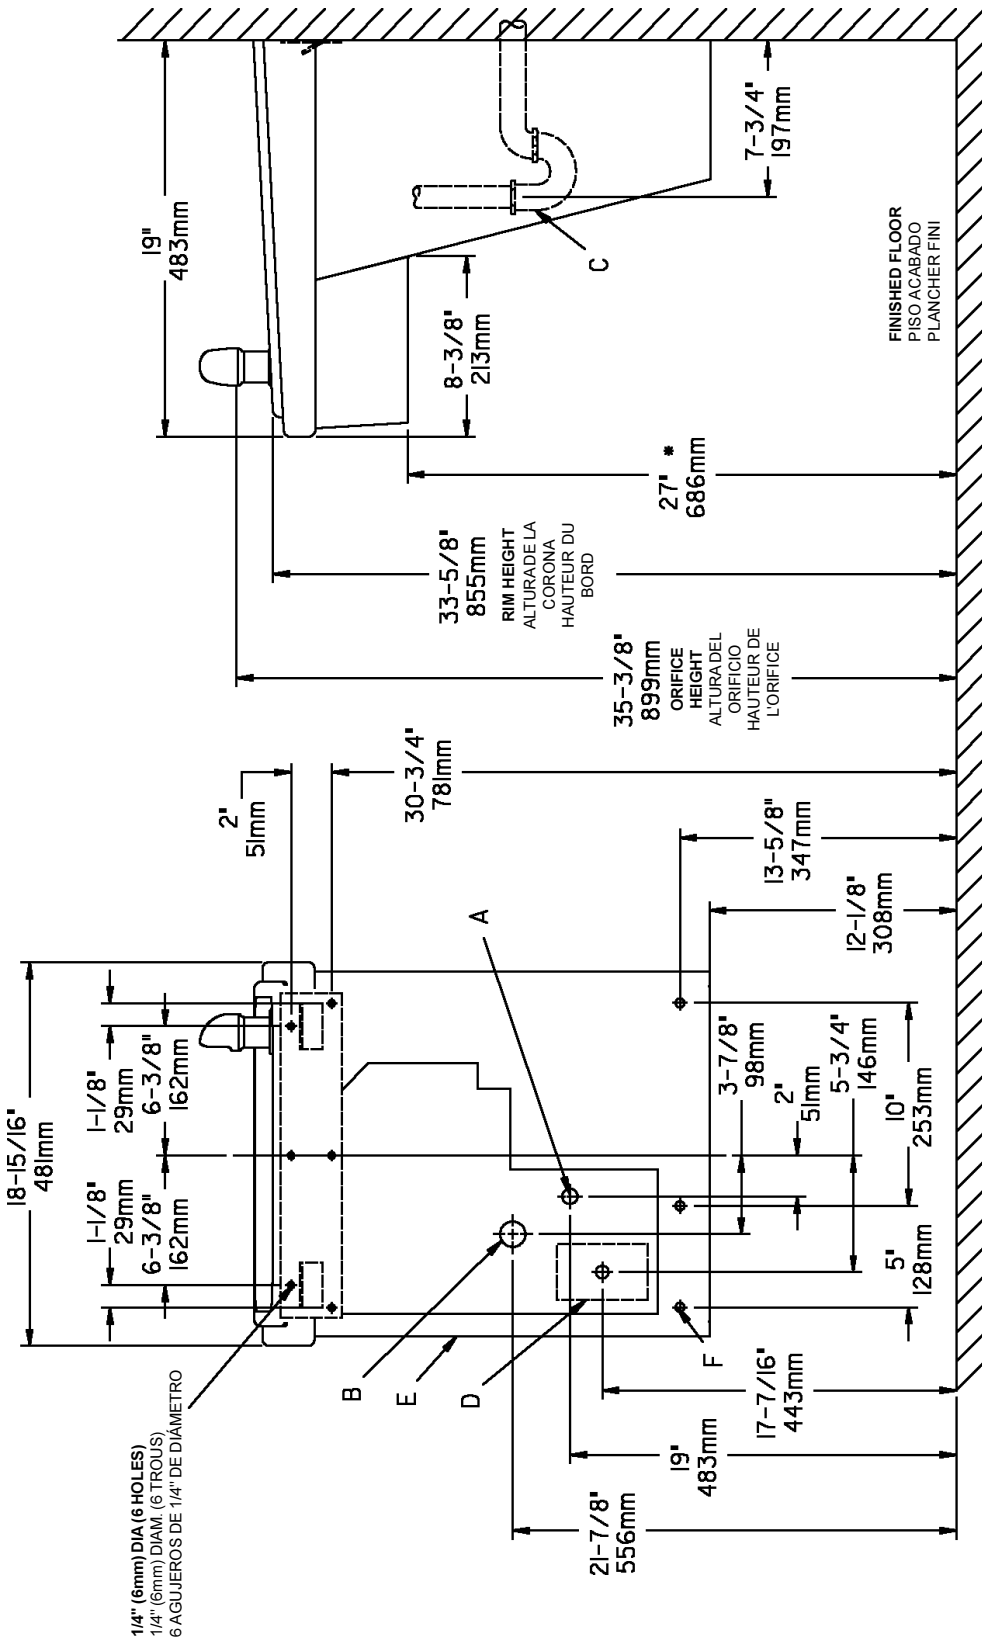

FIG. 3
- 1) Remove hanger bracket fastened to back of cooler by removing one (1) screw.
- 2) Mount the hanger bracket and trap as shown in Figure 3.
- 1) Quite el fijador de suspensión sujetados a la parte posterior del enfriador quitando un (1) tornillo.
- 2) Monte el fijador de suspensión y quite el purgador como se muestra en la Fig.3.
- 1) Retirez le support de suspension à l'arrière du refroidisseur en enlevant une (1) vis.
- 2) Installez le support et le siphon tel qu'indiqué à la fig. 3.